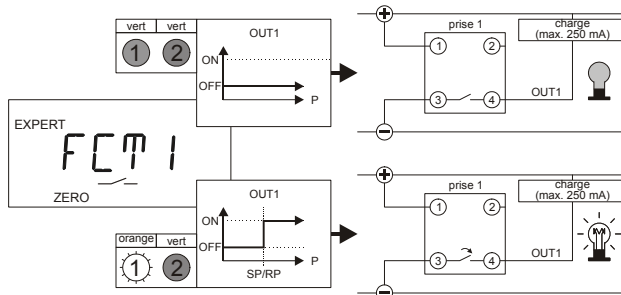
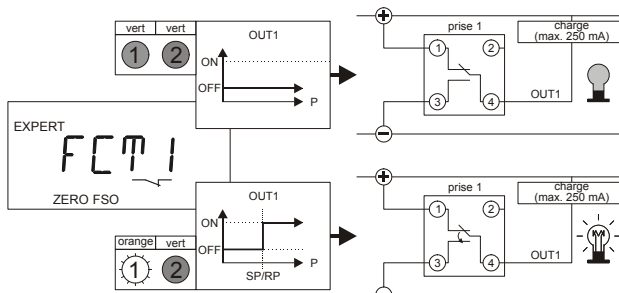

Fig. 5. OUT1 commutateur de 0 V N.O.
Fig. 12. OUT1 interrupteur push-pull inversé avec charge connectée au secteur
- Le voltage peut être réduit jusqu'à 2,5 V. Fig. 5 à Fig. 12 montrent des exemples de configuration possibles du logiciel pour OUT1.
régées en usine comme commutateurs de 0 V à collecteur ouvert N.O. (Voir Fig. 5).